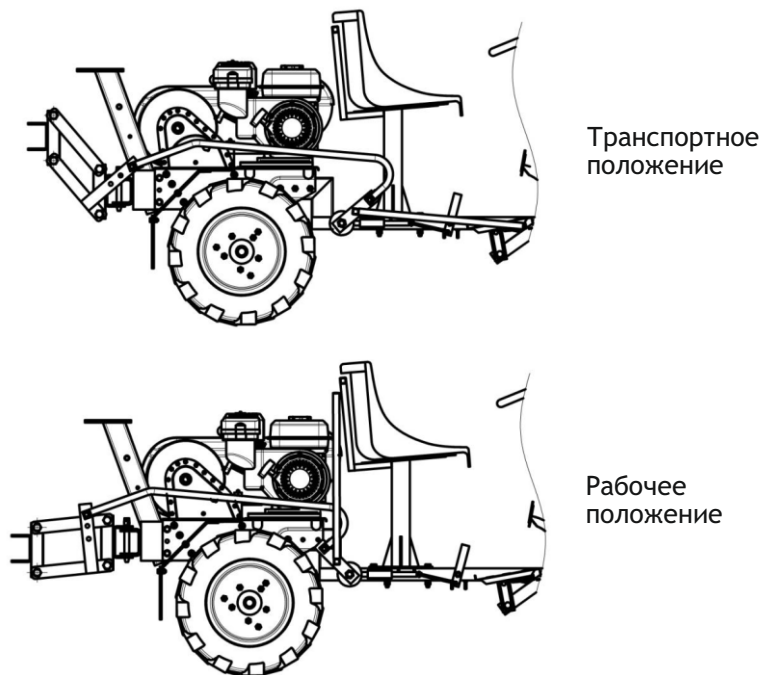

Рис. 9 Возможные положения прицепного узла
7.2. При помощи рычага можно изменить угол наклона прицепного узла, для его перевода в рабочее или транспортное положение (рис. 9).